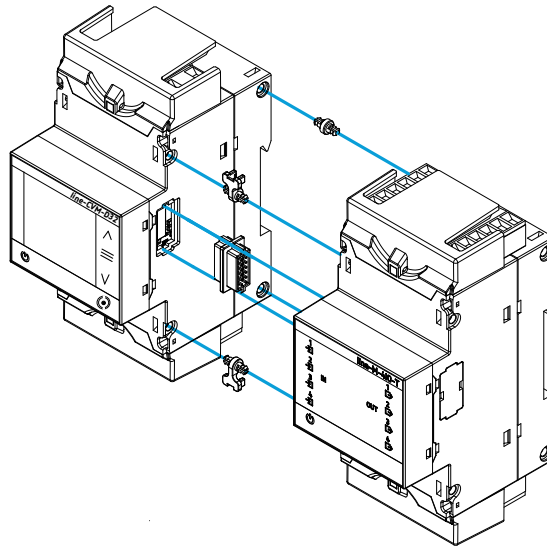

Figure 9: Installation étape 2.
2.- Insérez le connecteur d'extension et les clips de fixation dans l'un des appareils (**Figure 9**).